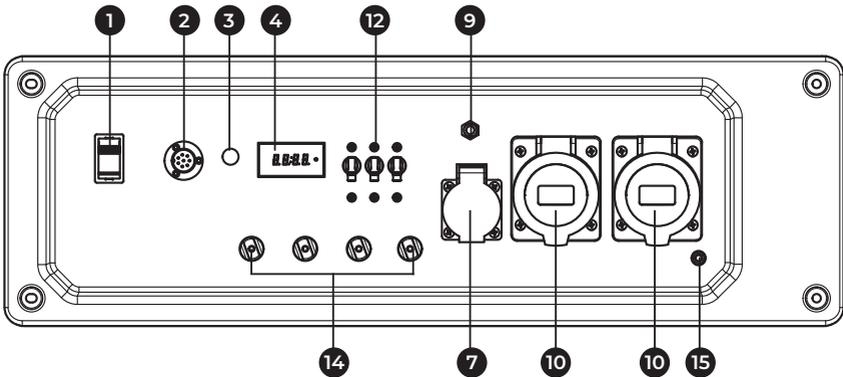

рис. 5. AEG 17000 TE, 20000 TE, 22000 TE
- Рекомендуется для использования моторное масло для четырехтактных двигателей с воздушным охлаждением с классом вязкости SAE 10W-40. Моторное масло других вязкостей могут быть выбраны в соответствии с фактической средней температурой окружающей среды и информацией, показанной на графике, Рисунок 5.